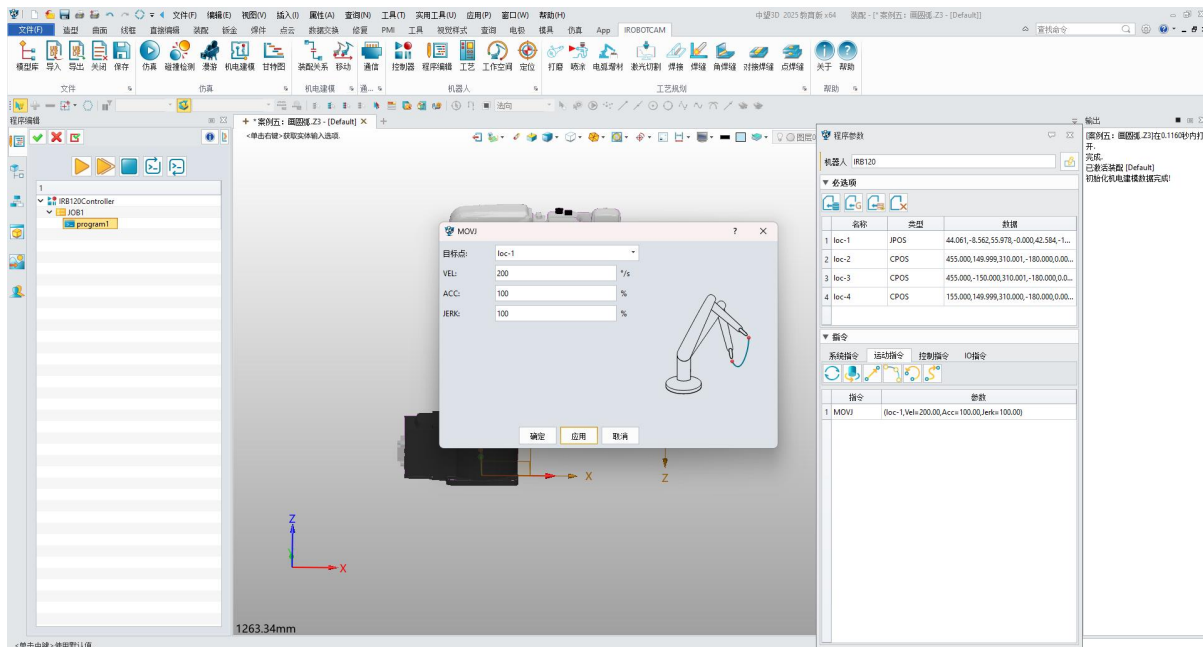

图 9-12: MOVJ
- **添加 MOVJ 指令:** 在 "程序参数" 窗口中, 选择 "运动指令" 中的 "MOVJ", 添加 MOVJ 指令, 并设置参数如图所示。目标点为 loc-1, 其他参数保持默认。单击 "确定"。(图 9-12)